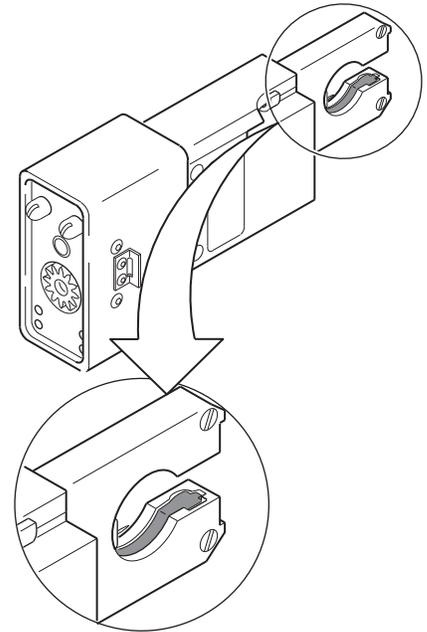

図 26：ウェルド・ヘッドの露出面を検査する
1. マイクロ・ウェルド・ヘッドが汚れていないか検査します。特にローター部分を注意してご確認ください（図 26）。
1. 清潔な柔らかい布およびアルコールなどの溶剤を使用して、ウェルド・ヘッドから汚れ、カーボン、付着物を取り除きます（図 26）。